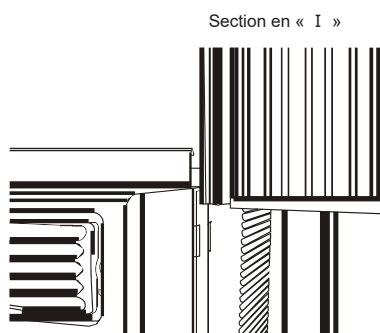

Fig. 2
B. Faites glisser la section en « I » de l'extrémité libre du panneau directement dans le caisson, comme indiqué dans la Fig. 2. Faites glisser le panneau vers le bas. Veillez à laisser suffisamment d'espace pour insérer le haut et le bas du cadre dans les rails du caisson.